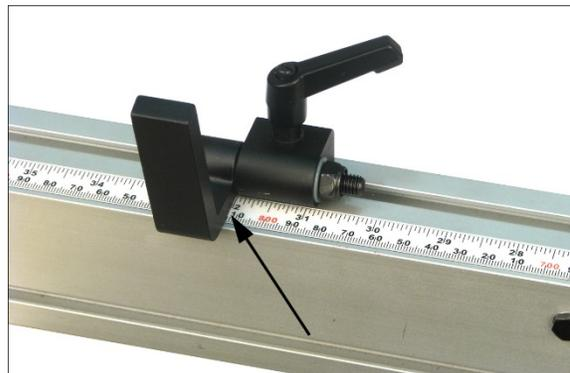

Рисунок 8-13
- Поднимите фиксатор-защелку (Рисунок 8-13) и сдвиньте его до требуемого положения по шкале. Затяните ручку и опустите фиксатор-защелку. Прижмите к упору ненужный кусок древесины и произведите пробный распил. Измерьте длину отрезанного куска, чтобы проверить точность шкалы. При необходимости произведите дополнительную регулировку.